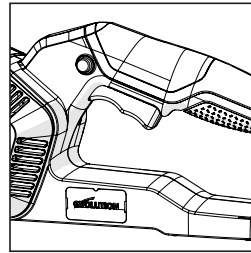

FIG. 15
**THE ON/OFF TRIGGER SWITCH (Fig. 15)